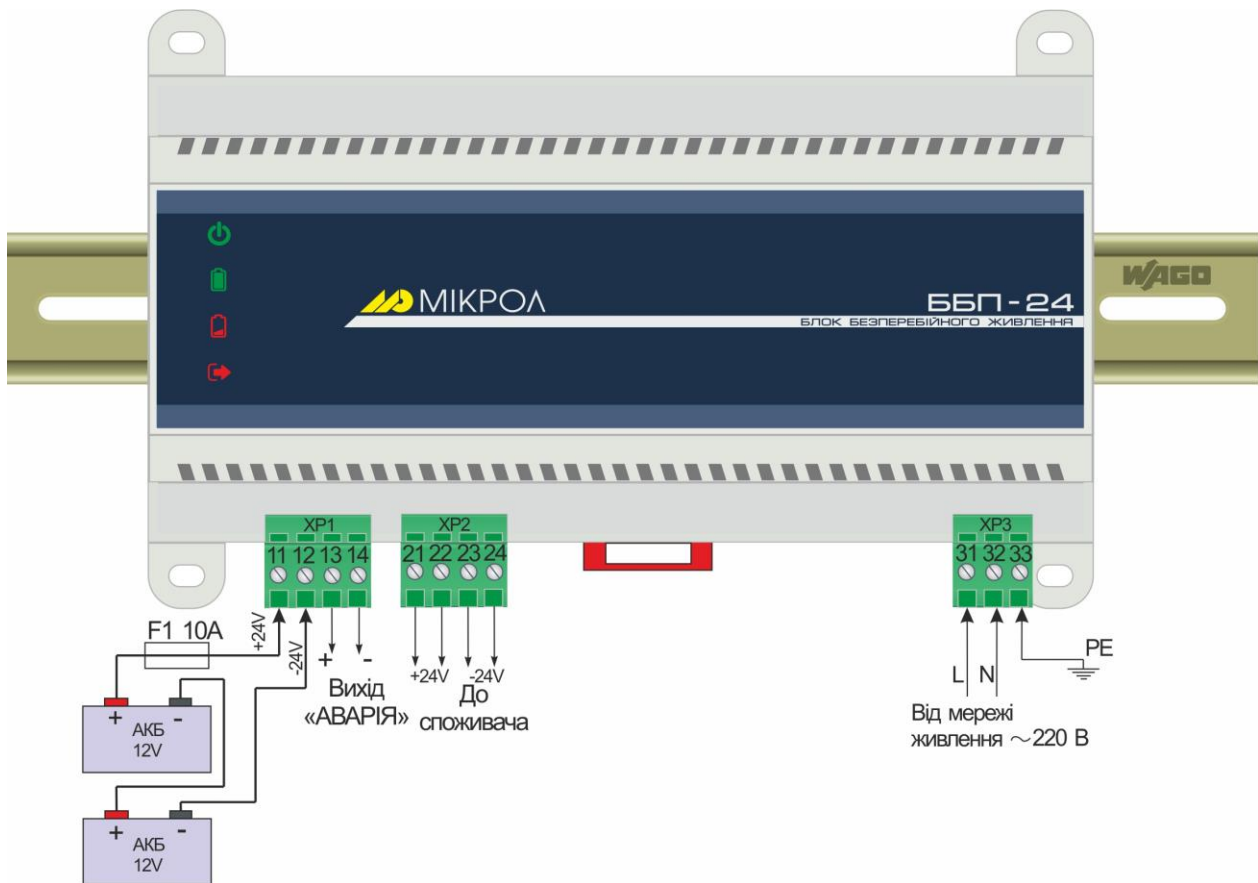

Рисунок 3.5 – Схема зовнішніх підключень блока безперебійного живлення ББП-24
3.3.1 Під'єднайте АКБ до клем блоку, дотримуючись полярності ланцюгів (див. рисунок 3.5).